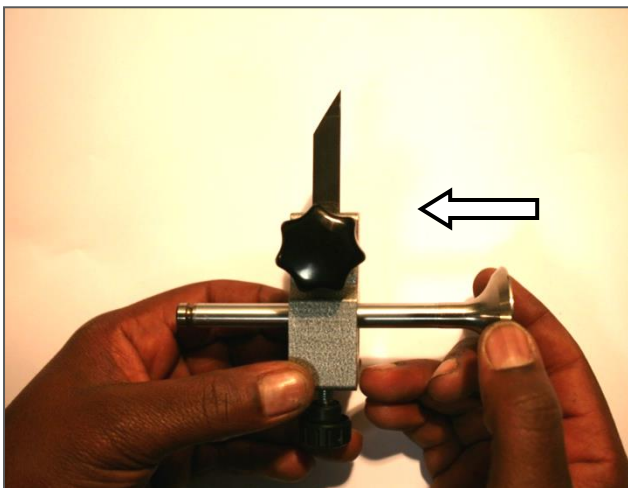

Fig. 12
8. Das geschliffene Ventil kann in die Einstelllehre eingeführt werden und die Rändelschraube kann leicht angezogen werden. Das Ventil muss leicht beweglich bleiben in dieser Position. Fig. 12